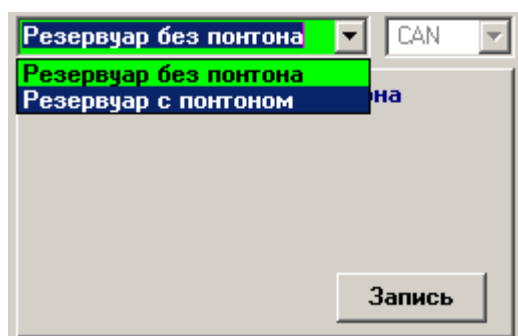

Рисунок 3.20
3.8.2 В форме ФГР выбрать опцию «Резервуар с понтоном» (рисунок 3.20) и с помощью клавиатуры ввести параметры понтона (рисунок 3.21).